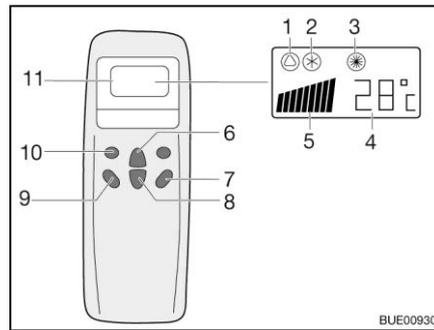
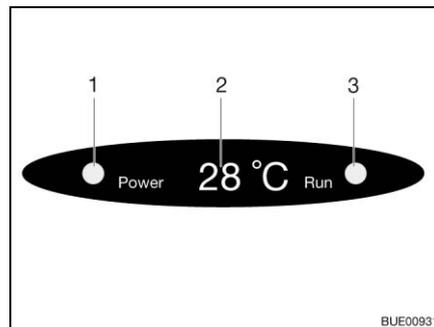

Fig. 228 Mando a distancia
Fig. 229 Indicación en el difusor
- Pulsar la tecla "ON/OFF" (Fig. 228,7).
- Pulsar la tecla "Mode" (Fig. 228,10) las veces que sean necesarias hasta que se visualice el modo de funcionamiento deseado (Fig. 228,1, 2 ó 3) en el display. La luz de control correspondiente en la indicación del difusor (Fig. 229,3) estará encendida.
- Ajustar la temperatura deseada con las teclas Aumentar temperatura (Fig. 228,6) o Reducir temperatura (Fig. 228,8).
- Seleccionar la etapa deseada del ventilador con la tecla Velocidad del ventilador (Fig. 228,9).